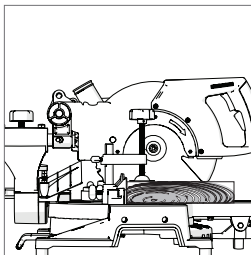

Abb. 28
- Drücken Sie den Schneidkopf bei jedem Schnitt immer vollständig nach hinten. **(Abb. 28)**